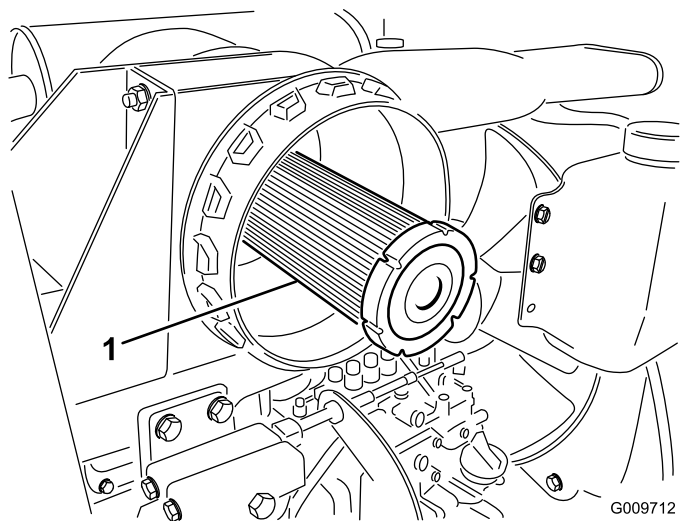

Bild 89
**Wichtig:** Versuchen Sie nie, den Sicherheitsfilter zu reinigen (Bild 89). Tauschen Sie den Sicherheitsfilter bei jeder dritten Wartung des Hauptluftfilters aus.